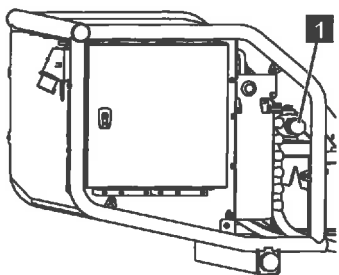

Abb. 173
3. Das Ventil (Abb.173/1) eindrücken und im Uhrzeigersinn verriegeln.